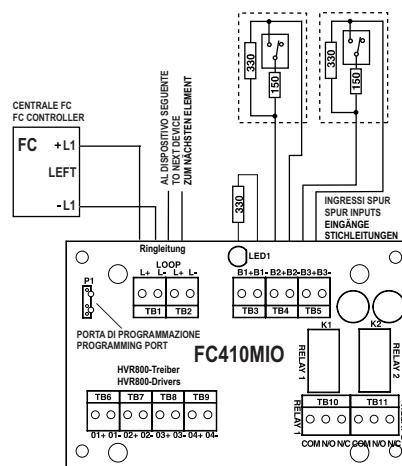
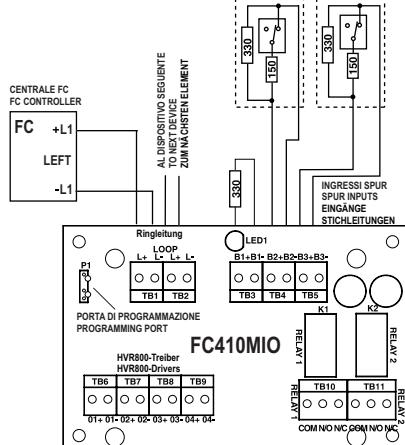

Abb. 3: Sticelleitungen Schließer-Kontakte;
Abb. 4: Sticelleitungen Öffner-Kontakte; Störung
- 4 Die Abb. 3 und Abb. 4 zeigen typische Verdrahtungsbeispiele für das FC410MIO.
Siehe hierzu Abb. 3 und Abb. 4.
#### Hinweise zu Abb. 3:
### Hinweise zu Abb. 4: